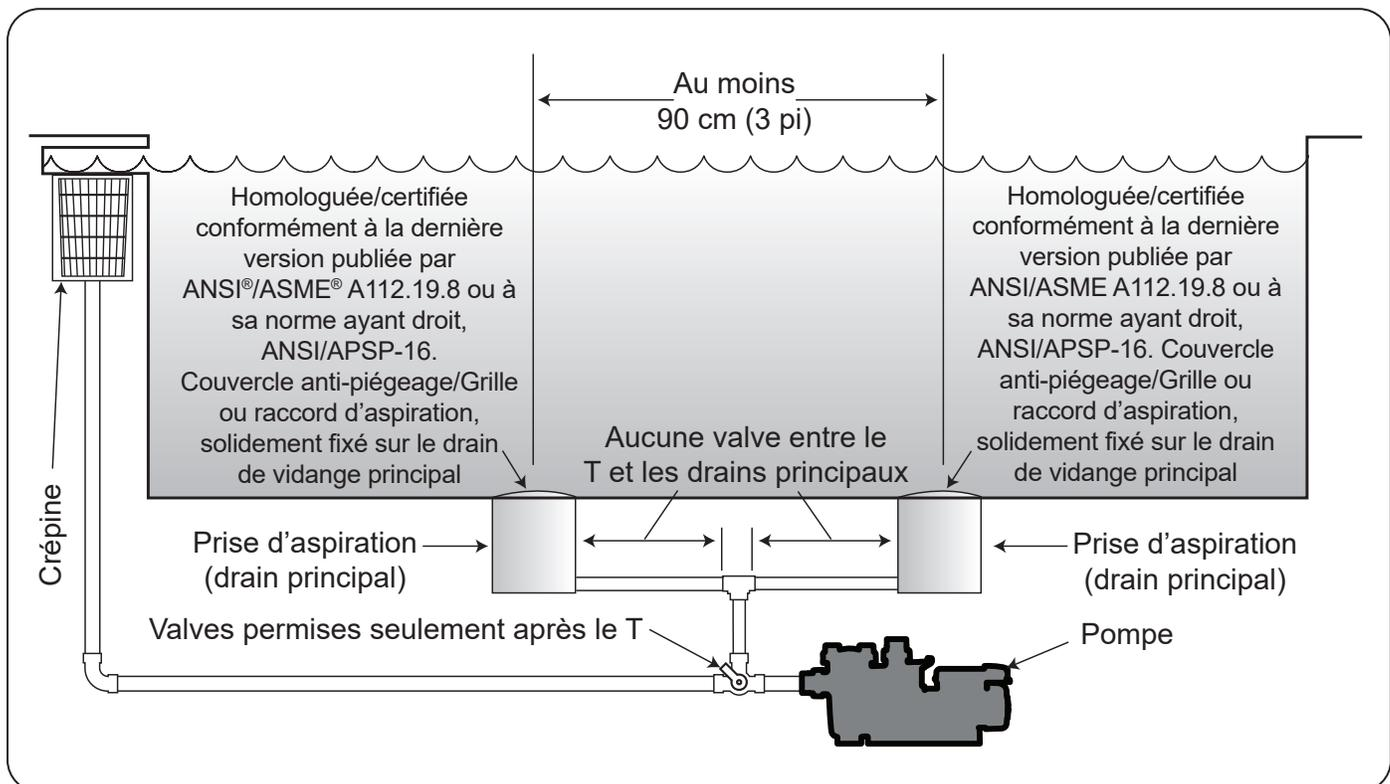

Figure 1. Nombre de sorties d'aspiration par pompe
**Nombre de sorties d'aspiration par pompe** - Fournir aux moins deux (2) drains principaux hydrauliquement équilibrés avec les couvercles, en tant que sorties d'aspiration pour chaque conduite d'aspiration de pompe. Les centres des drains principaux (sortie d'aspiration) sur n'importe quelle conduite d'aspiration doivent être situés à au moins 90 cm (3 pi) de distance, centre à centre. Se reporter à la Figure 1.
Le système **doit** être construit pour inclure au moins deux (2) prises d'aspiration (drains) raccordées à la pompe lorsqu'elle fonctionne. Cependant, si deux (2) drains principaux deviennent une seule conduite d'aspiration, celle-ci peut être dotée d'une valve qui verrouille les deux drains principaux de la pompe. Le système sera construit de manière à ne pas permettre un verrouillage séparé ou indépendant, ni l'isolation de chaque drain. Se reporter à la Figure 1.